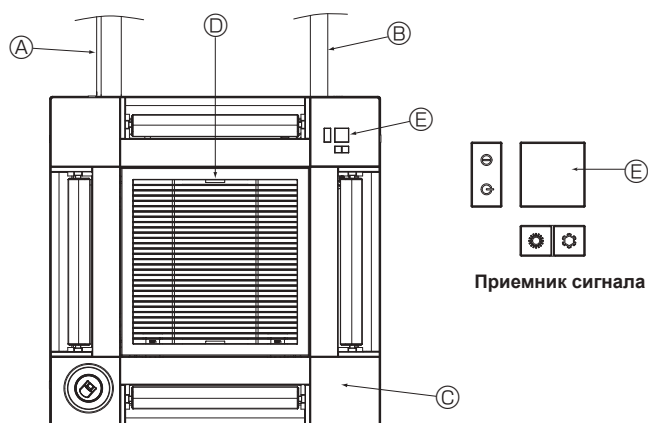

Fig. 10-17
- ② Отсоедините разъем мотора дефлектора, который вы хотите заблокировать. (При нажатии кнопки снимите разъем в направлении, указанном стрелкой, как показано на схеме). После снятия изолируйте разъем изолянтной.
10.5. Установка решетки впуска воздуха (Fig. 10-17)